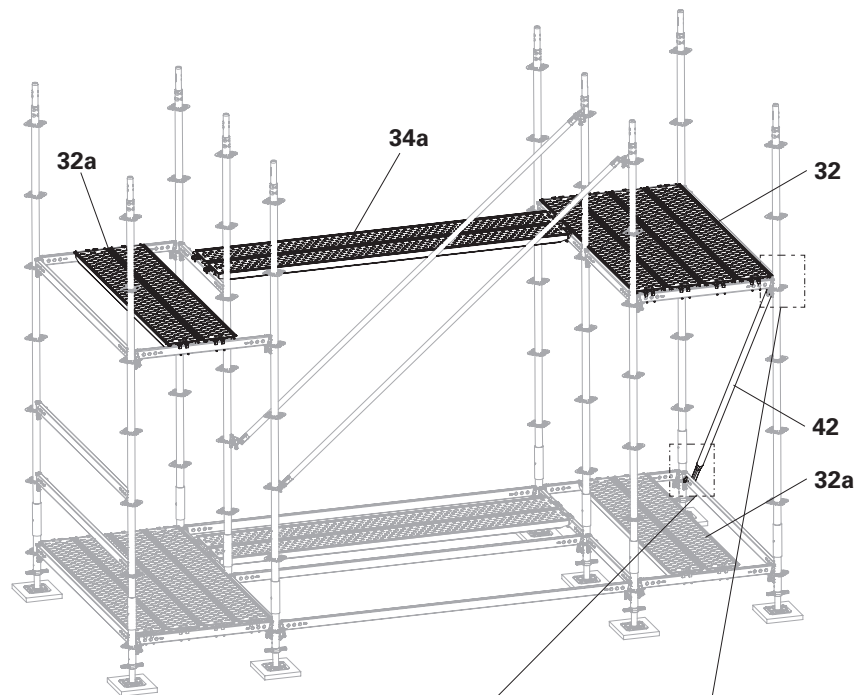

Fig. A2.05
2. Montare gli impalcati in acciaio UDG-2 (**32a + 34a**) come ausilio al montaggio. (Fig. A2.05)